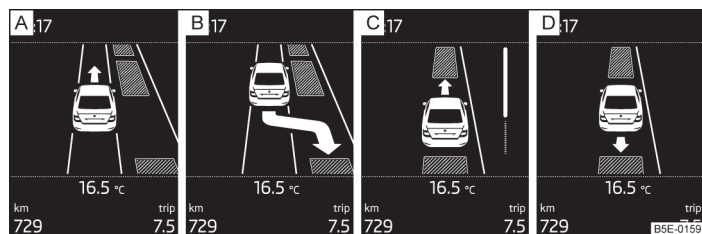

Fig. 132 Indicatoarele de pe afișaj
Când sistemul a recunoscut un spațiu de parcare adecvat, spațiul de parcare se afișează pe ecran » fig. 132 **A**.
- Continuați deplasarea înainte, până când pe ecran apare afișajul » fig. 132 - **B**.
- Dacă pe ecran clipește săgeata care indică spre înainte » fig. 132 - **C**, cuplați treapta 1 de viteză, respectiv aduceți maneta selectorului de viteze în poziția **D**.
- Dacă pe ecran clipește săgeata care indică înapoi » fig. 132 - **D**, cuplați din nou treapta marșarier, respectiv aduceți maneta selectorului de viteze în poziția **R**.